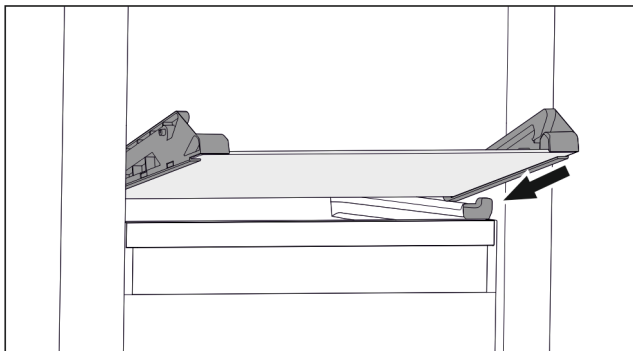

Fig. 34 Стеклянная пластина откидного выдвижного ящика
- ▶ Наклоняя вниз, установите стеклянную пластину за стопоры. (см. Fig. 34)